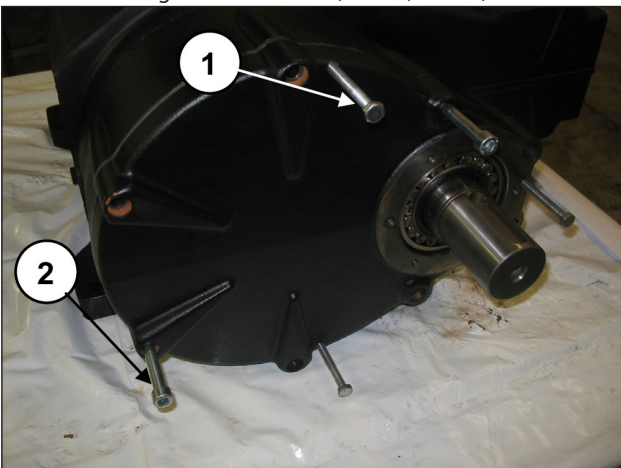

Abb. 7
Drehen Sie 3 Stiftschrauben oder Gewindeschrauben M8 (Pos. ①, Abb. 7) als Abzieher in die entsprechenden Bohrungen ein und zwei ausreichend lange Schrauben M10 für die Halterung des Deckels ein (Pos. ②, Abb. 7).